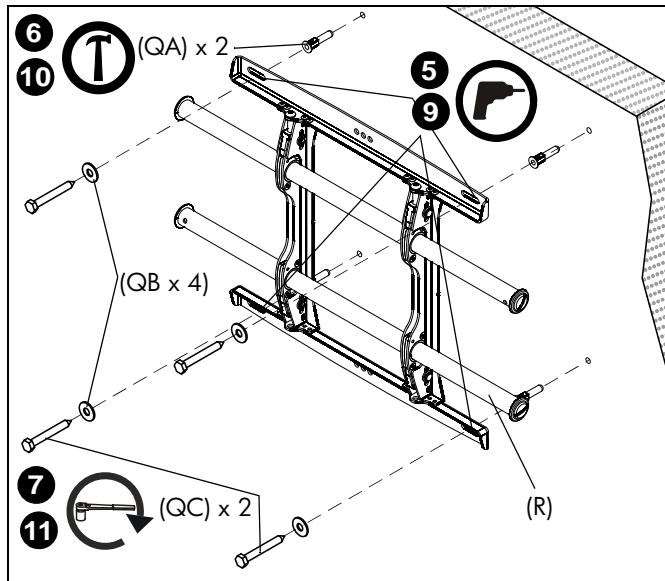

рис. 8
2. Совместите прорези на креплении с отметкой середины экрана, чтобы определить середину по вертикали. (См. рис. 8)
3. Отмерьте 7-1/2" вверх от средней линии и отметьте место верхнего монтажного отверстия. (См. рис. 8)
4. При помощи уровня сделайте на стене отметки в местах размещения верхних монтажных отверстий. (См. рис. 8)
6. Забейте молотком дюбели (QA) в каждое направляющее отверстие.
7. Прикрепите верхнюю часть крепления к дюбелям в стене с помощью двух болтов  $5/16 \times 2-1/2"$  (QC) и двух плоских шайб  $5/16"$  (QB).
8. Отметьте точки размещения нижних монтажных отверстий. (См. рис. 8)
9. Просверлите в отмеченных местах по одному направляющему отверстию. (См. рис. 8)
10. Забейте молотком дюбели (QA) в каждое направляющее отверстие.
11. С помощью двух болтов  $5/16 \times 2-1/2"$  (QC) и двух плоских шайб  $5/16"$  (QB) прикрепите крепление через нижние монтажные отверстия. (См. рис. 8)
1. Совместите центры выдвижных профилей (U и V) со средней линией экрана. (см. рис. 8)